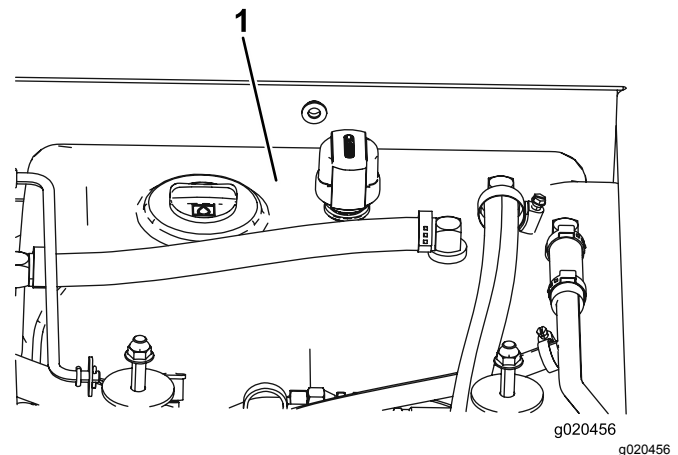

Bild 99
3. Füllen Sie den Behälter (**Bild 99**) mit Hydrauliköl; siehe „Prüfen des Hydrauliköls“.